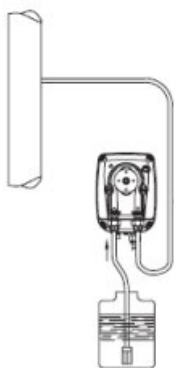

Рис. 5
- c. - Расположить насос, как показано на рис. 5 с учетом того, что он может устанавливаться ниже или выше уровня жидкости, подлежащей дозированию, хотя разница уровней не должна превышать 2 метра. В случае использования жидкостей, генерирующих агрессивные пары, не следует устанавливать насос над резервуаром, если только он не закрыт герметично.